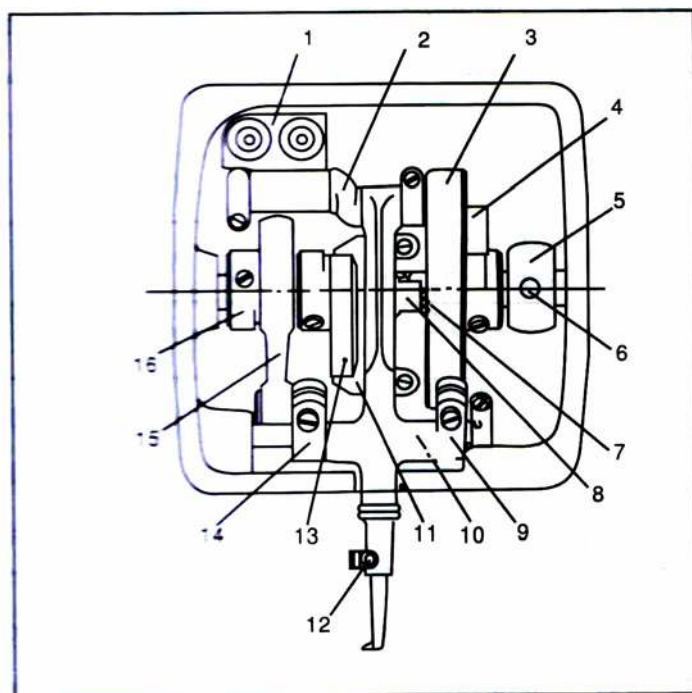
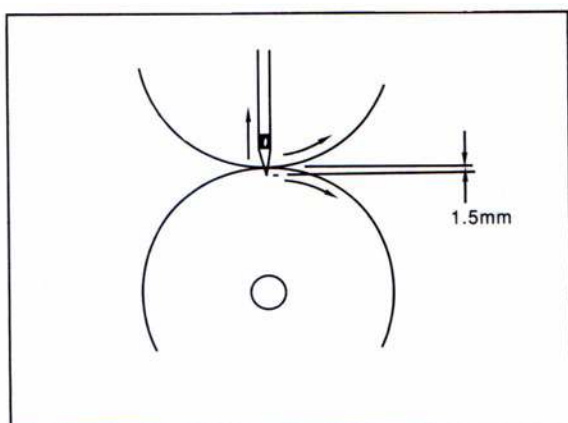
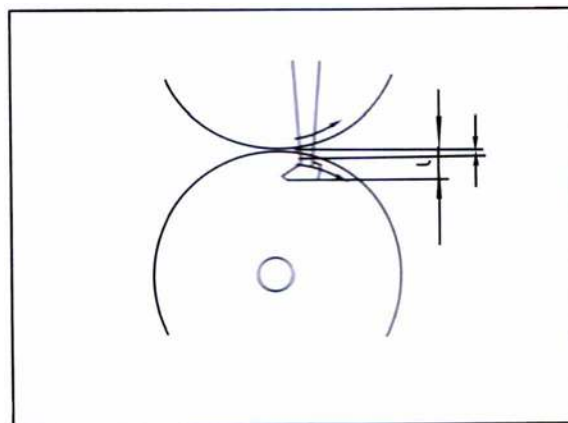
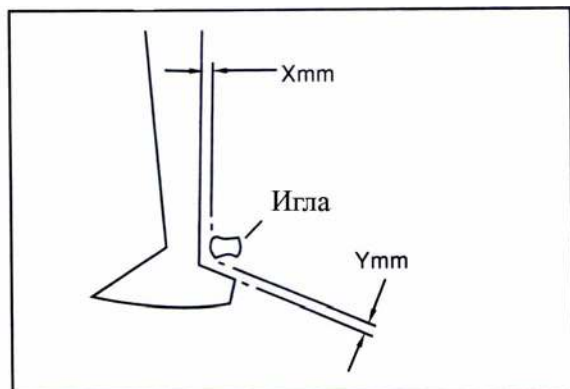

Рис. 5
Рис. 10
Рис. 11
Рис. 12
Перед регулировкой должна быть осуществлена синхронизация, грубая установка кулачка и эксцентрик. Прежде всего, поверните маховое колесо слева от машины, установите игловодитель в максимальную переднюю позицию, затем откройте крышку, осуществите грубую установку кулачка и эксцентрик в соответствии с рис. 5.
В момент, когда игловодитель возвращается, острие иглы должно выступать перед краем заднего ролика на расстояние 1,5 мм, см. рис. 10. Если требуется регулировка, то нужно ослабить крепежный вид эксцентрика на главном вале (рис. 5) и крутить эксцентрик до тех пор, пока не установите необходимую синхронизацию, затем затяните винт эксцентрик.
Когда петлитель находится в крайнем переднем положении, зазор (t) между острием петлителя и краем заднего диска должен быть: для GP4-4, $t=6^{+0.3}$ mm; для GP4-5, $t=6.5^{+0.3}$ mm; для GP4-6, $t=7.5^{+0.3}$ mm. При необходимости ослабьте винты (рис. 5), переместите петлитель внутрь или наружу и снова затяните винт (рис. 11).
1) Между петлителем и иглой должен быть зазор согласно (рис. 12) и таблицы, когда игла находится в крайнем заднем положении. Если необходима регулировка, ослабьте винт держателя петлителя (рис. 5), поверните петлитель (без перемещения наружу или внутрь, чтобы сохранить зазор между острием петлителя и краем заднего ролика).